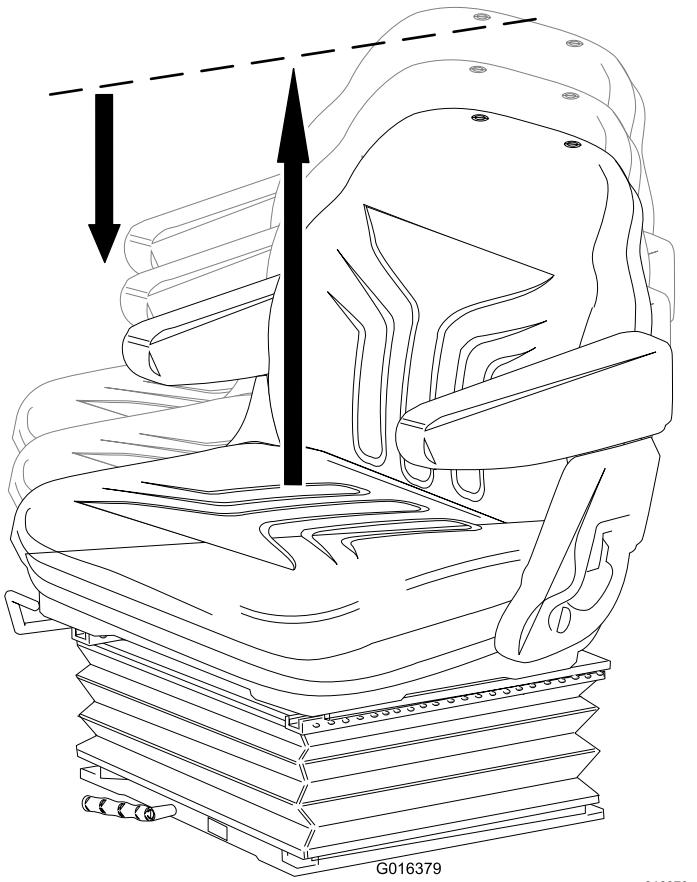

Bild 13
- **Höheneinstellung:** Heben Sie den Sitz manuell an, um die Höhe schrittweise einzustellen. Wenn Sie die Sitzhöhe verringern möchten, heben Sie den Sitz über die höchste Einstellung an und lassen ihn dann auf die niedrigste Stellung ab (Bild 13).